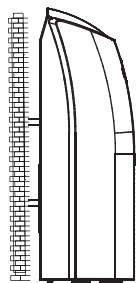

Рис. 5-13
- Подготовьте монтажные болты для устройства (см. рис. 5-13).